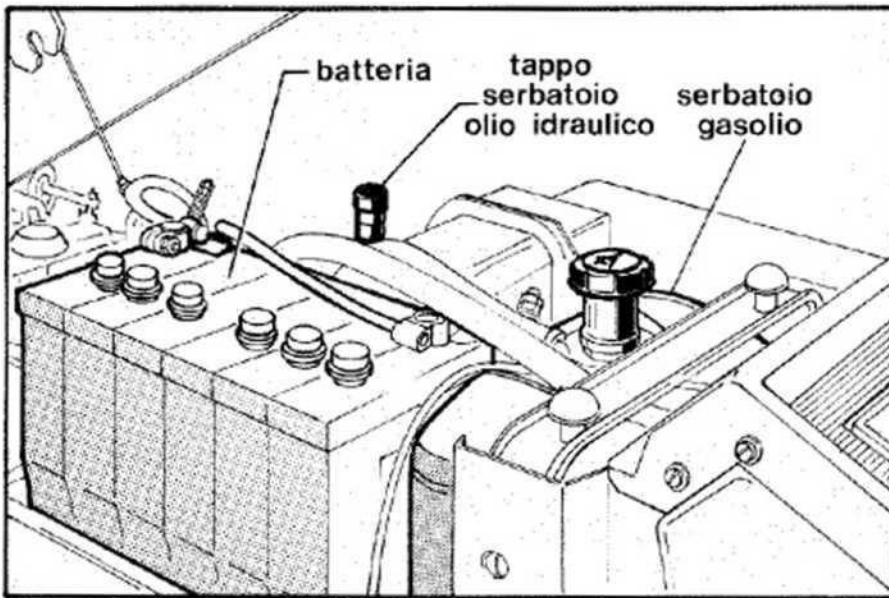

Fig. 13
- circuito idraulico (Fig. 13)
BATTERIA (Fig 13)